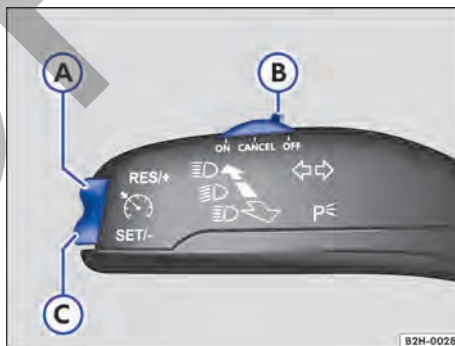

Fig. 105 En el lado izquierdo de la columna de dirección: mando y teclas para manejar el regulador de velocidad.
1. Desplace el mando → Fig. 105 (B) a la posición **ON**.
1. Durante la marcha, pulse la tecla **SET/-** → Fig. 105 (C).
→ Fig. 105 **A**.
→ Fig. 105 **C**.
1. Desplace el mando → Fig. 105 **B** a la posición **CANCEL**.
1. Pulse la tecla **RES/+** → Fig. 105 **A**.
1. Desplace el mando → Fig. 105 **B** a la posición **OFF**.